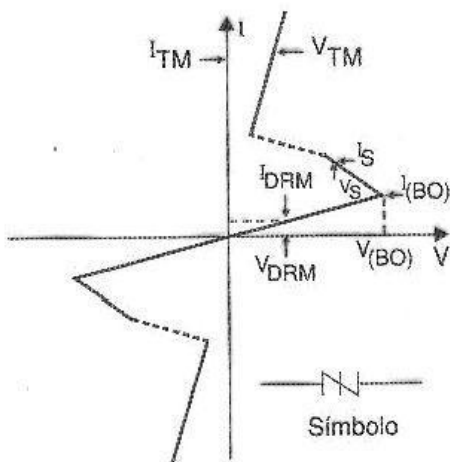

Figura 27 – Curva característica e símbolo do SIDAC
O SIDAC é um diodo (D) de silício (SI), indicado para aplicações em circuitos de corrente alternada (AC). É justamente isso que o acrônimo para Silicon Diode for Alternating Current indica. Esse dispositivo possui uma característica de disparo semelhante a dos Diacs, mas com a capacidade de operar com tensões e correntes muito maiores. Na figura 27 temos a curva característica desse componente.